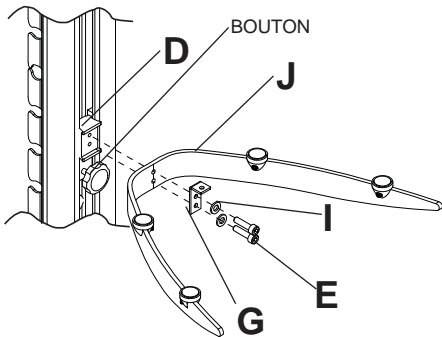

fig. 4.1
- 4 Fixez le support de plateau (J) et le support de verre (G) à pince de fixation plateau (D) en utilisant deux vis M5 x 18mm (E) et les rondelles (I) le montre la figure 4.1 en utilisant une clé hexagonale de 4 mm (M). Réglez le niveau du support de plateau (J) à la hauteur désirée, puis serrez le bouton pour le fixer.